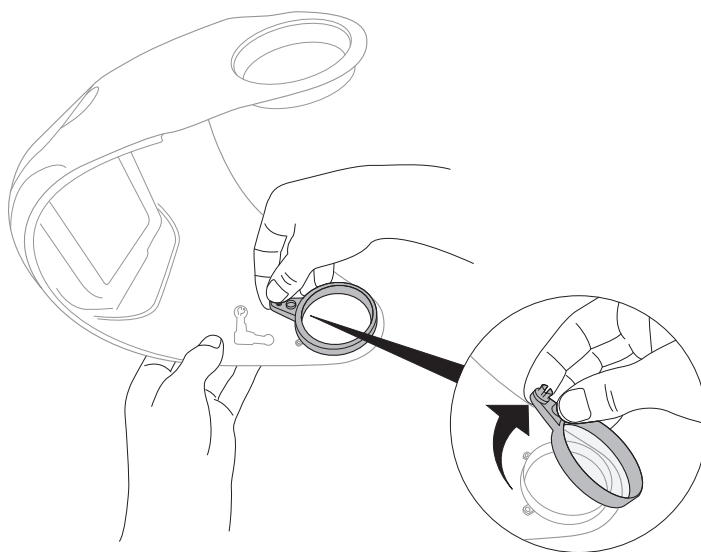

Fig. 26a
- b. Sujeta el anillo de giro por su punto de giro y, luego, has palanca en su poste circular para sacarlo. Hay bordes pequeños que ayudan a mantener el anillo en su lugar, por lo cual puede ser necesario ejercer una pequeña cantidad de presión hacia arriba (Fig. 26a).